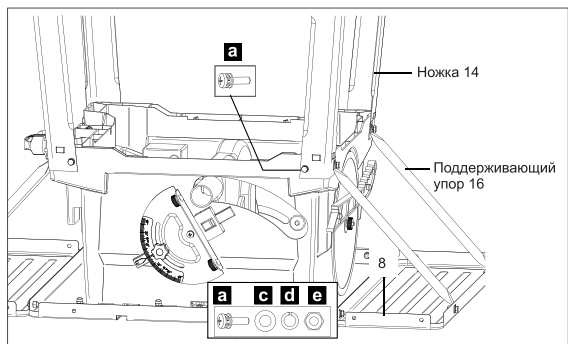

Рис. 4
4. Установите ножки 14. Один из крепежных болтов в каждой ножке также крепит поддерживающий упор боковых расширений (рис. 4).